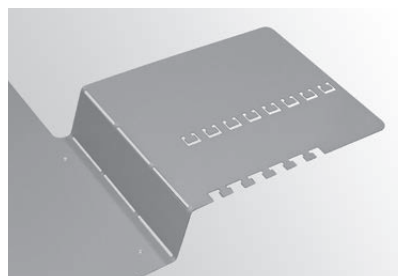

Fig. 27 Piegare la linguetta [2] in corrispondenza della prepunzonatura
- ▶ Piegare la linguetta con lo scarico della trazione [3] verso **l'interno** in corrispondenza delle prepunzonature – Fig. 27.